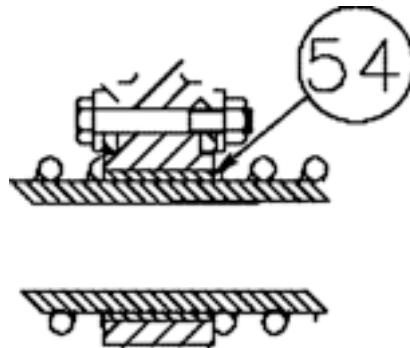

Рис. 20
**Примечание :** в ряде случаев в реактивные отверстия нажимных дисков и реактивных пластин вставлены втулки. (Обычно это относится к дискам и пластинам из коррозионно-стойкого материала и к более старым натяжным устройствам типоразмера 36"). См. рис. 20. Если это применимо, замену втулок выполняют в соответствии с порядком, указанным ниже.